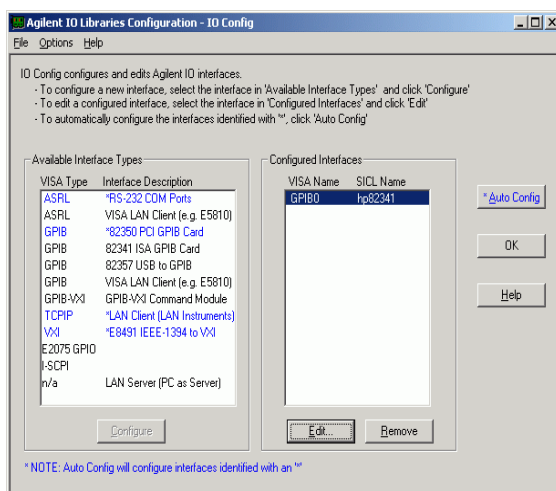

Figura 18 La finestra Interface Configuration riporta ora la scheda GPIB configurata
- 8 Selezionare OK. La scheda GPIB configurata viene generalmente visualizzata sotto a “Configured Interfaces” nella finestra Interface Configuration (Figura 18 a pagina 58).